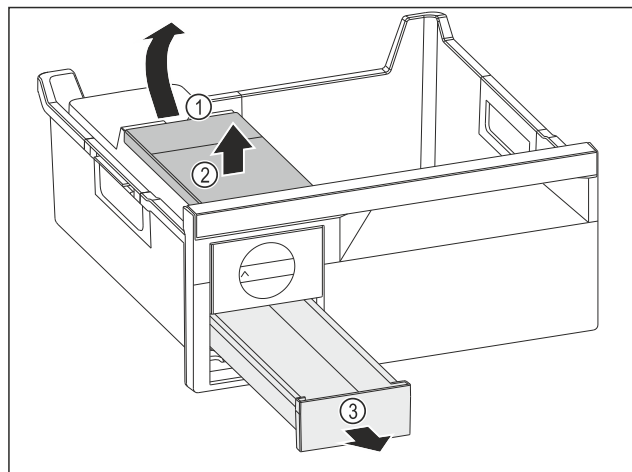

Fig. 144
- Ta ut vattenbehållaren: Lyft vattenbehållaren vid ursparingen Fig. 144 (1).
- Ta ut vattenbehållaren Fig. 144 (2) uppåt.
- Ta ut iskublådan Fig. 144 (3) framåt.